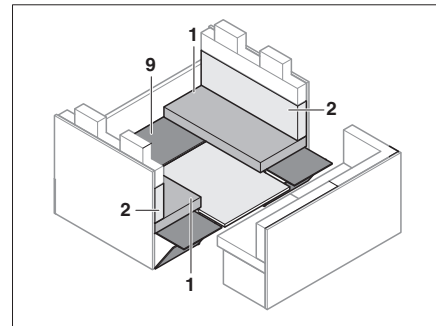

Bild 154 Während des Umbaus
- Unterbau (Bild 154,9) wieder auflegen.